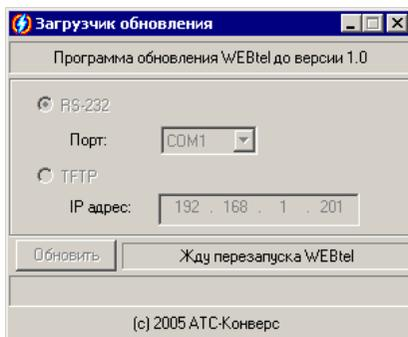

Рисунок 31 – Ожидание перезапуска адаптера
10.5.2 В окне загрузчика обновления (рисунок 31) установите переключатель режима передачи данных в положение «RS-232» и выберите из выпадающего списка номер последовательного порта, к которому подключен адаптер.
10.5.4 В статусной строке рядом с кнопкой «Обновить» должно появиться сообщение «Жду перезапуска WEBtel» (рисунок 31).